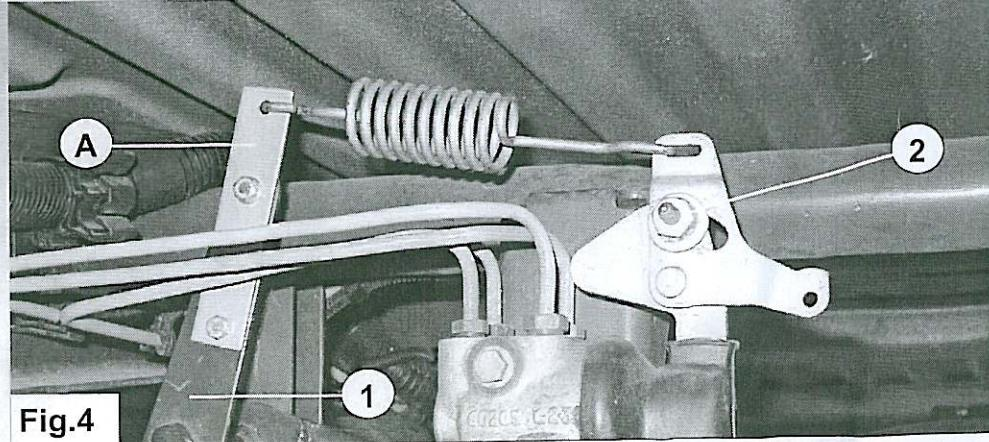

Fig.4
3. Demontieren Sie Mutter 3 und plazieren Sie den untere Federteller auf die Achse. Siehe fig.4.
4. Montieren Sie den U-Bolz und drehen Sie die Muttern E fest mit 15 Nm. Montieren Sie Mutter 3. Siehe fig.4.
- Enlevez l'écrou 3 et placez la coupelle inférieure B sur l'essieu. Voir fig. 4.
- Montez le boulon U et serrez les écrous E avec une force de **15 Nm**. Montez le boulon 3. Voir fig. 4.
- Demontera muttern 3 och placera det nedre fjädersätet B på axeln. Se fig.4.
- Montera U-bulten och dra åt muttrarna E med **15 Nm**. Montera mutter 3. Se fig.4.
- Remueva la tuerca 3 y coloque el disco de muelle inferior B sobre el eje. Véase fig. 4.
- Monte el perno en forma de U y apriete las tuercas E a **15 Nm**. Monte la tuerca 3. Véase fig. 4.